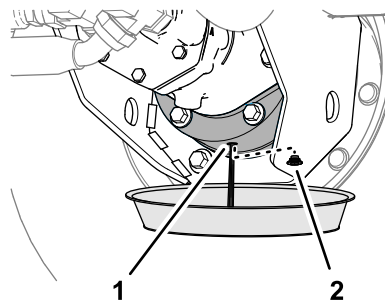

Figure 95
6. Placez un bac de vidange sous le carter de frein, enlevez le bouchon de vidange et vidangez toute l'huile (Figure 95).